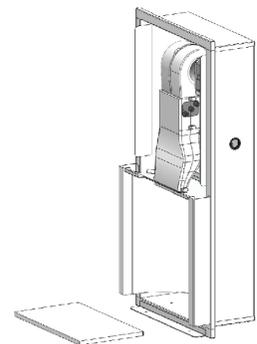

Fig. 3
4. Deslice la superficie de cerámica absorbente hacia delante y fuera del armario y colóquela a un lado. (Ver Fig. 3)